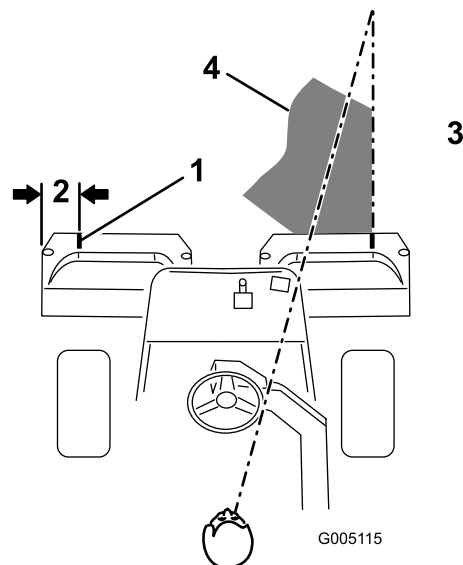
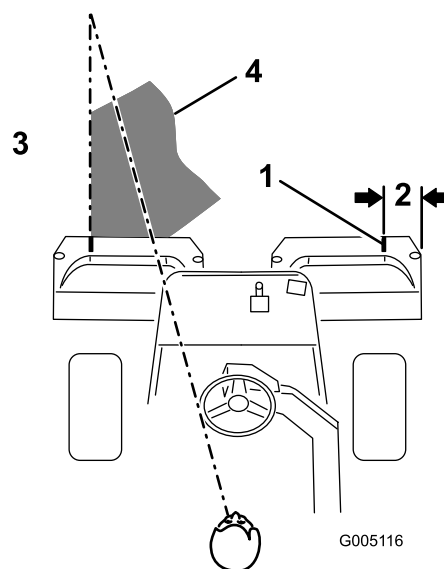

Figura 29
Figura 30
2. Applicate una striscia adesiva bianca, oppure tracciate una linea con della vernice bianca, su ciascun cestello, parallela al bordo esterno del cestello stesso (Figura 29).
Nota: Per tosare in linea retta il green e mantenere la macchina alla medesima distanza dal bordo della falciatura precedente, immaginate una linea compresa tra 1,8 e 3 m circa davanti alla macchina e fino al bordo della sezione di green da tosare (Figura 29 e Figura 30). Potrebbe essere utile includere nella linea di collimazione il bordo esterno del volante, vale a dire, tenere allineato il bordo del volante con un punto che si trovi sempre alla stessa distanza dalla parte anteriore della macchina.